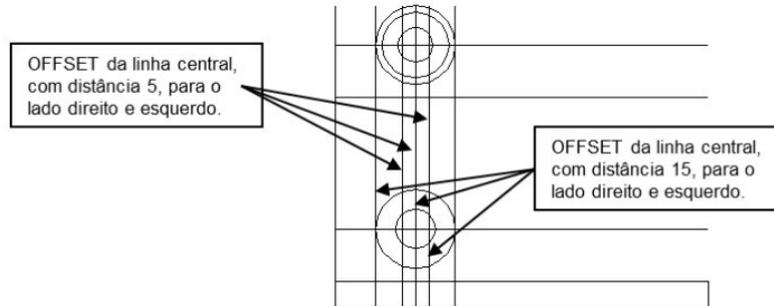

Figura 1 - **OFFSET** para construção da nervura e região do furo inferior.
23. Passe a linha de construção, que passa pelos centros dos furos até agora desenhados, para o *layer visível*. Faça um *OFFSET* desta linha, de distância 5, tanto para o lado direito como para o lado esquerdo da mesma, de forma a ter as linhas limites laterais da nervura. Faça outro *OFFSET* desta mesma linha, de distância 15, tanto para o lado direito como para o lado esquerdo da mesma (figura 1 abaixo).